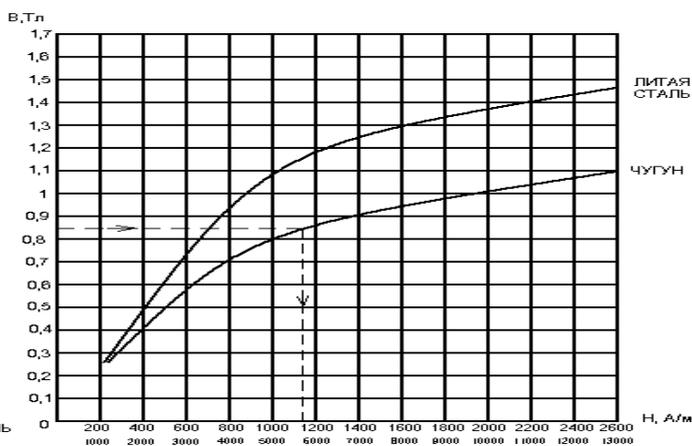

Рис.2
При расчетах магнитных цепей определение напряженности магнитного поля по заданному значению магнитной индукции рекомендуется вести по кривым намагничивания, приведенным на рис.2. При пользовании кривыми будьте внимательны, поскольку для определения  $H$  предложены две различных шкалы в зависимости от вида ферромагнитного материала. На рис.2. пунктиром показано определение  $H$  по заданному значению  $B$  для чугуна: при  $B=0,85$  Тл величина  $H \approx 5700$  А/м.
3. По кривым намагничивания (см. рис.2.), зная  $B$ , находим для литой стали